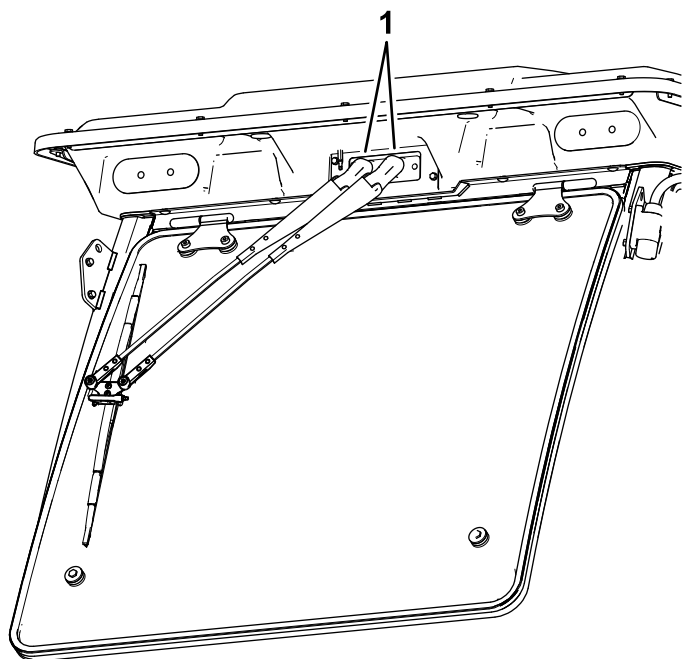

Bild 85
1. Öffnen Sie die Kappen an der Oberseite der Scheibenwischerarme (**Bild 85**).